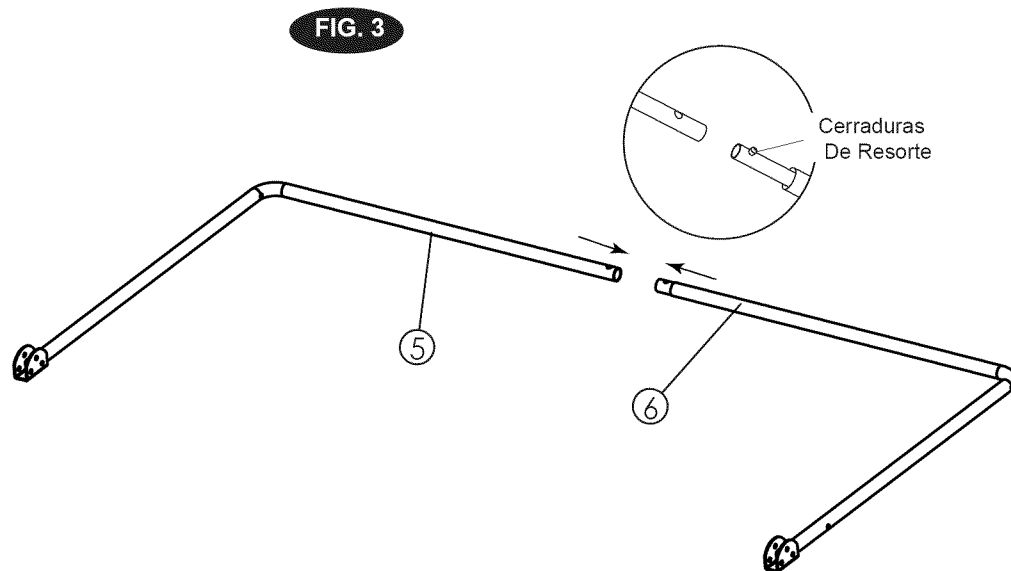

FIG. 4
6. Fije el Tubo de Soporte de Angulo (#7 #8) al Tubo de Soporte para Montaje Vertical(#2) usando Pernos (#24), Arandelas (#22) y Tuercas(#27) como indicado en FIG4, repita este paso para las demás lados.
7. Fije el Tubo de Abrazadera de Marco Horizontal (#5) a los Tubos de Soporte Izquierdo y Derecho (#3) usando Pernos (#26), Arandelas (#22) y Tuercas (#27), y luego los Tubos de Abrazadera de Marco Horizontal (#5) a Tubo de soporte de Angulo Inferior (#8) usando Pernos (#26), Arandelas (#22) y Tuercas (#27) como indicado en FIG4.